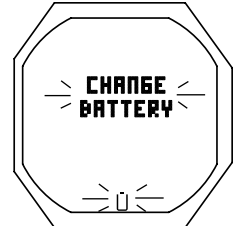

Fig. 2 - ALARMA DE BATERÍA BAJA
- El ícono de batería baja (carcasa sola, sin una barra interna) parpadea durante 5 segundos y el funcionamiento regresa al modo Reloj con Brújula (sólo visualización) hasta que se cambie la batería o cuando el voltaje no puede soportar la operación. Luego, el mensaje CHANGE BATTERY (Cambiar batería) (Fig. 2) parpadea hasta que se cambie la batería o cuando el voltaje se reduce a un nivel en el cual no se puede soportar la operación.